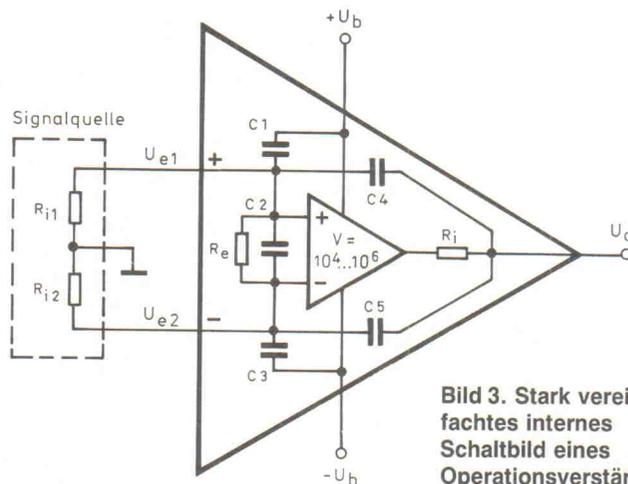

Bild 3. Stark vereinfachtes internes Schaltbild eines Operationsverstärkers.
Zunächst ist die Verstärkung eines realen Operationsverstärkers nicht unendlich (Bild 2), sondern liegt zwischen 10 000 (80 dB) und 1 000 000 (120 dB). Wie man leicht erkennen kann, genügen bereits Bruchteile eines Millivolts zur Vollaussteuerung eines OV's. Auch der Differenz-Eingangswiderstand R_e (Bild 3) ist endlich, bei bipolaren Eingangstransistoren kann er zwischen einigen 10 kΩ bis etlichen MΩ liegen. Verfügt der OV über FET-Eingänge oder ist er gar in CMOS-Technik ausgelegt, sind Eingangswiderstände über 1 GΩ keine Seltenheit. Spezialtypen erreichen hier Werte über 1 TΩ (10^{12} Ω). Zur Verdeutlichung: Ein aus den Komponenten 1 nF und 1 TΩ bestehendes RC-Glied weist eine Zeitkonstante von rund 16,7 min auf, mit einer Kapazität von 1 µF steigt diese auf 11,5 Tage an.
Jeder Verstärker, sowohl integriert als auch diskret realisiert, enthält laut Bild 3 auch parasitäre Kondensatoren, deren Kapazität die obere Betriebsfrequenz bestimmt. Bild 4 zeigt als Beispiel die Innenschaltung des Operationsverstärkers 741 (748). Dieser Typ ist zwar schon etliche Jahre alt, gilt aber dennoch als klassischer Operationsverstärker mit interner Frequenzkompensation. Er wird auch heute noch gern eingesetzt, vorzugsweise in technisch verbesserter Form beziehungsweise als OV-Variante mit FET-Eingängen. In Bild 4 ist die typische Innenschaltung wiedergegeben.
Ein weiterer Symmetriefehler ist durch die Eingangsströme I_{e1} und I_{e2} bedingt, insbesondere dann, wenn der Eingang des Operationsverstärkers aus bipolaren Transistoren besteht. Ist der Innenwiderstand der angeschlossenen Signalquelle (Bild 3) für die beiden Eingangs-